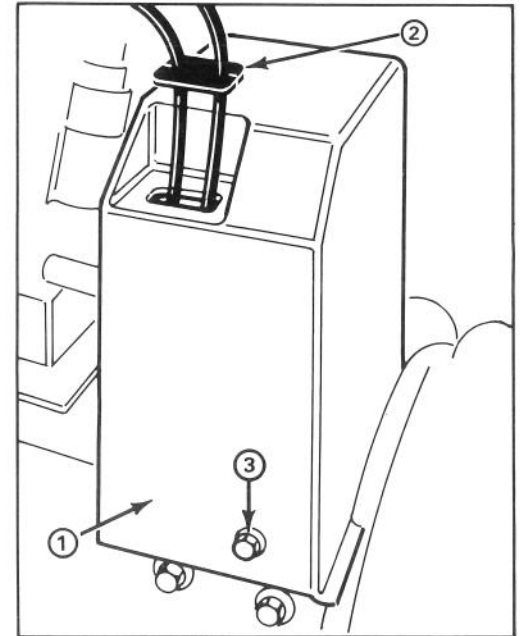

Abbildung 3
8. Obere Riemenabdeckung mit 3 Kopfschrauben an Motorrahmen befestigen (Abb. 3)
9. Kabelabdeckung auf Kabel schieben und in Loch im Riemenabdeckung bringen (Abb. 3).